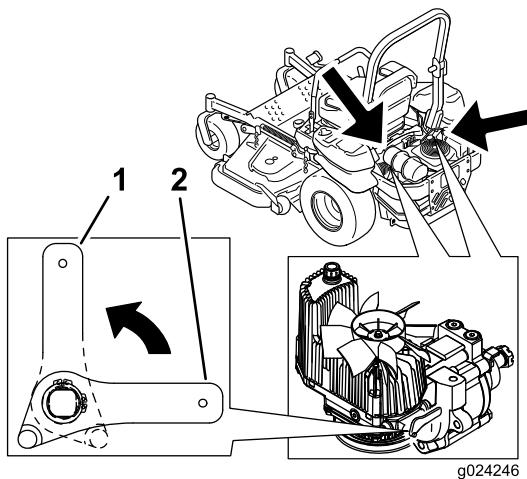

Bild 32
2. Drehen Sie zum Schieben der Maschine die Hebel des Ablassventils in die vertikale Stellung (Bild 32).
4. Stellen Sie die Ablassventilhebel zum Verwenden der Maschine horizontal (Bild 32).